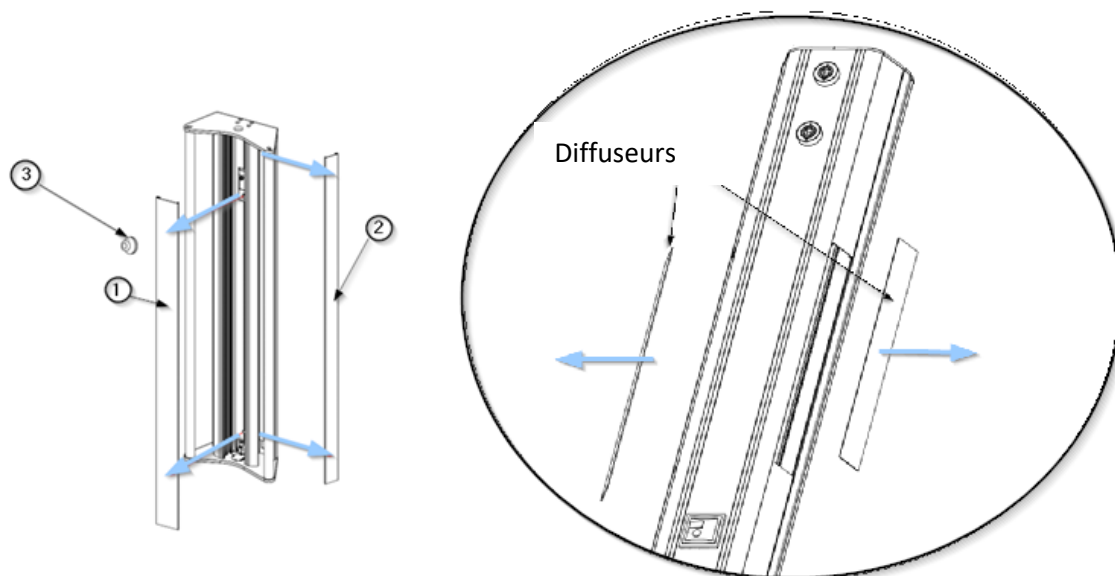

Fig. 1 Démontage des couvercles et des diffuseurs sur le châssis Adonis
- Utilisez la ventouse ③ pour retirer le couvercle central ① comme indiqué à gauche dans la figure 1 et rangez-le dans un endroit sûr.
- Utilisez la ventouse ③ pour retirer le couvercle latéral ② comme indiqué à gauche dans la figure 1 et rangez-le dans un endroit sûr.
- À l'aide d'un outil à bec plat et en prenant soin de ne pas endommager les couvercles latéraux, retirez les diffuseurs comme indiqué à droite dans la figure 1.
- Débranchez le connecteur rapide de la bande LED ②.
- Débranchez l'alimentation électrique du contrôleur ① du bornier.
- Dévisser les vis hexagonales M4 x16 ④ DIN 933 en libérant la languette ③ retenant le contrôleur ① et la bande LED ②.